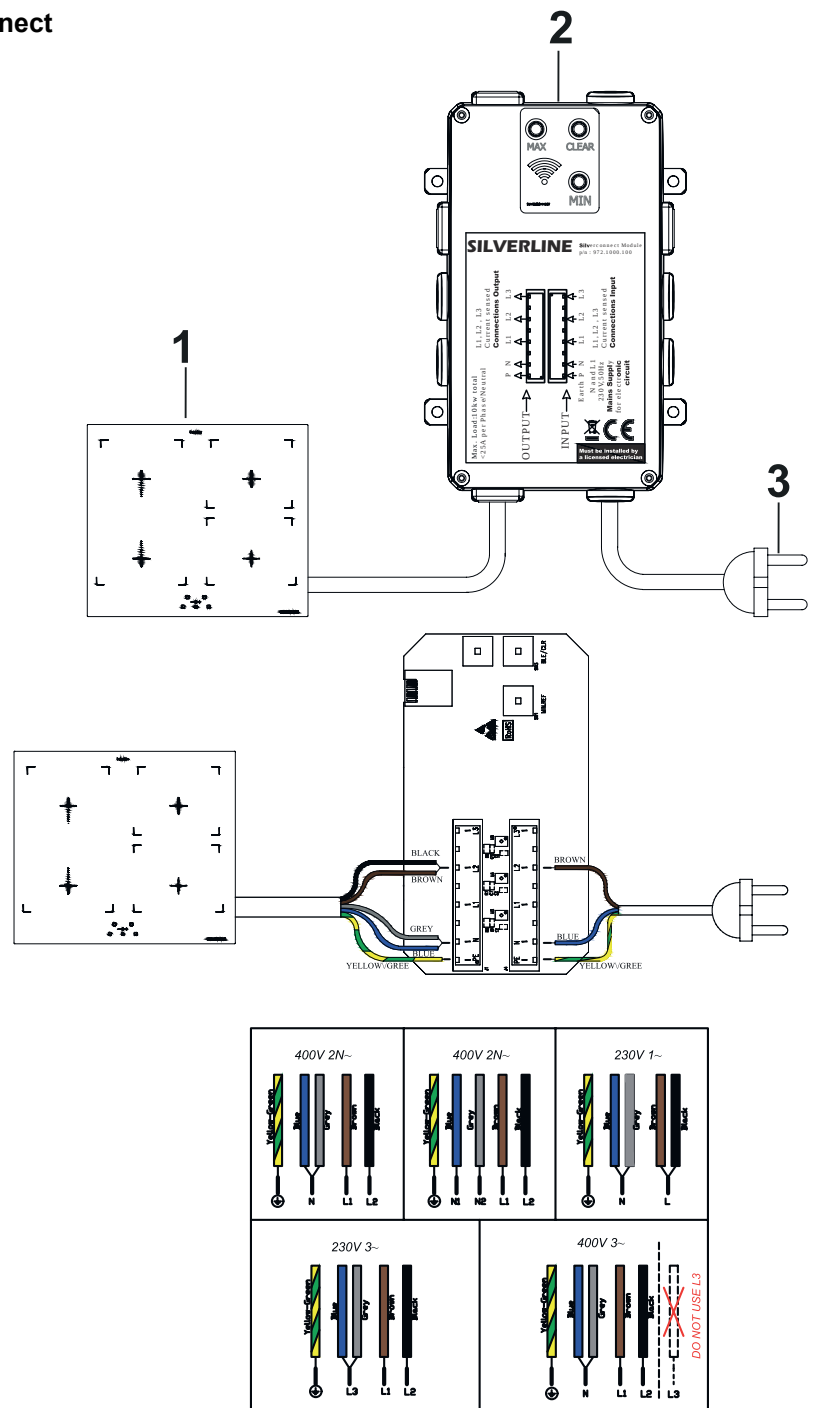

Fig. 46: Anslutning av spishäll och SilverConnect
- ⇒ Det ska nu lysa blått på alla tre de knapparna på Silverconnect (Fig. 46/2).
4. ➤ Tryck nu på "Clear"-knappen igen i 3 sekunder och släpp sedan. Nu lyser blå lamporna konstant (Fig. 46)
8. ➔ **KALIBRERING AV LÄGSTA NIVÅ:** Se till att kokzonerna på spishällen är avstängda och i standby-läge. Vänta i 7 sekunder och håll därefter ned "min"-knappen på Silverconnect i 2 sekunder (Fig. 46) och vänta i ytterligare 7 sekunder. De blå lamporna kommer att blinka en gång. När lamporna har blinkat en gång har lägsta nivån kalibrerats.
9. ➔ **KALIBRERING AV HÖGSTA NIVÅ:** Se till att alla kokzoner är påslagna på spishällen och att det är full effekt på alla kokzonerna. Vänta i 7 sekunder och håll sedan in "max"-knappen på Silverconnect i 2 sekunder (Fig. 46) och vänta ytterligare i 7 sekunder. De blå lamporna kommer att blinka en gång. När lamporna har blinkat en gång har högsta nivån kalibrerats.